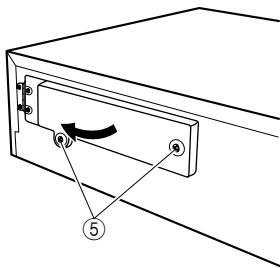

Fig. 2
- Loosen 2 screws (⑤) on the HDD slot door and open the HDD slot door. (Fig. 2)
- リアパネルの⑤のネジ2本をゆるめ、HDDスロットドアを開きます。(Fig. 2)